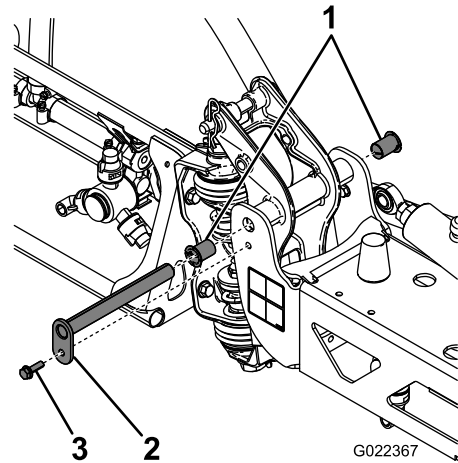

図 85
3. ブームを支えておきながら、ピボットピンをブームアセンブリに固定しているボルトとナットを取り外す 図 85。
6. ナイロンブッシュを取り外し、ピボットブラケットの前面および後面側から見て点検する 図 85。
8. センターフレームにブーム&ピボットブラケットアセンブリを取り付け、開口部を整列させる 図 85。